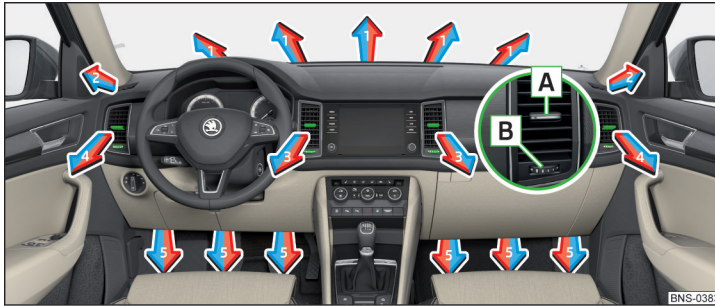
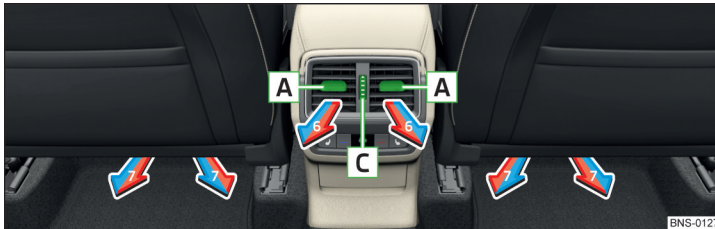

Abb. 165 Luftaustrittsdüsen vorn
Abb. 166 Luftaustrittsdüsen hinten
Bei den Luftaustrittsdüsen **3, 4** » Abb. 165 und **6** » Abb. 166 kann die Luftströmungsrichtung geändert und die Düsen können auch einzeln geöffnet und geschlossen werden.
Die Einstellung der Luftstromrichtung erfolgt durch das Verschieben des Verstellelements **A** » Abb. 165 bzw. » Abb. 166 in gewünschter Richtung.
- › Den Regler **B** » Abb. 165 nach rechts drehen.
- › Den Regler **C** » Abb. 166 nach oben drehen.
- › Den Regler **B** » Abb. 165 nach links drehen.
- › Den Regler **C** » Abb. 166 nach unten drehen.
Richtung des Luftaustritts einstellen	Luftaustrittsdüsen » Abb. 165 und » Abb. 166